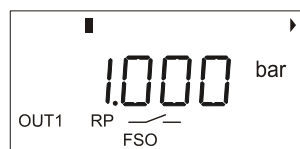

Fig. 26. Affichage visualisé après avoir tourné le BPR
Après avoir tourné le BPR d'une autre coche dans le sens horaire, l'affichage suivant est visualisé où vous trouverez les informations sur le point de commutation inversée (RP) de la sortie 1 (voir l'exemple de Fig. 26; dans ce cas, OUT1 est configurée comme commutateur de tension positive N.O. et comme fenêtre de contrôle de la pression maxi. avec un point de commutation inversé à 1 000 bars).